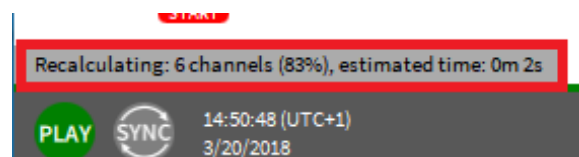

Abb. 7.178: Fortschrittsindikator für offline Mathematik
- Ein Fortschrittsindikator informiert über den aktuellen Status der Berechnung (siehe Abb. 7.178) und enthält Informationen über die Anzahl der berechneten Kanäle, Fortschritt in Prozent und verbleibende Berechnungszeit: